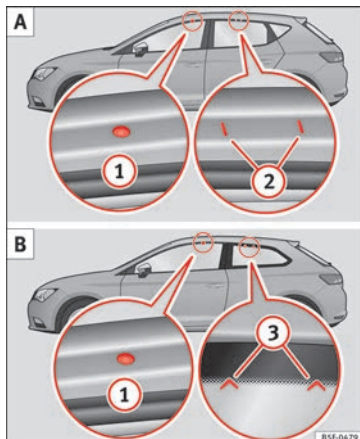

Fig. 182 Leon/Leon SC: pontos de fixação das barras longitudinais para o porta-bagagens de tejadilho.
Os pontos de fixação dianteiros e traseiros ① e ② só se podem ver com as portas abertas » **Fig. 182 A.**
Os pontos de fixação dianteiros ① só podem ver-se com as portas abertas. Os pontos de fixação traseiros ③ estão marcados no rebordo superior do vidro lateral com pontas de seta » **Fig. 182 B.**